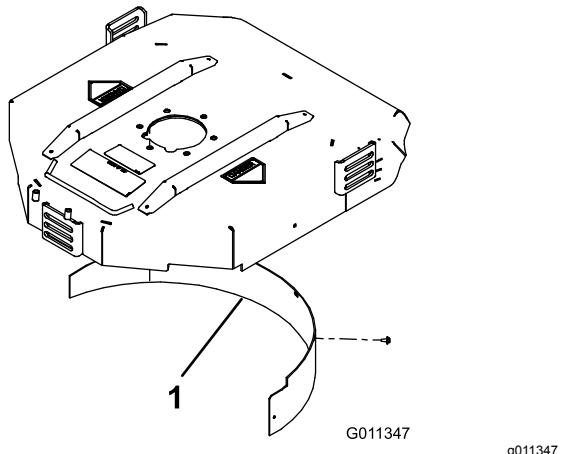

Figura 7
2. Montate il deflettore per mulching nell'apertura posteriore e fissatelo con 5 bulloni a testa flangiata (Figura 7).